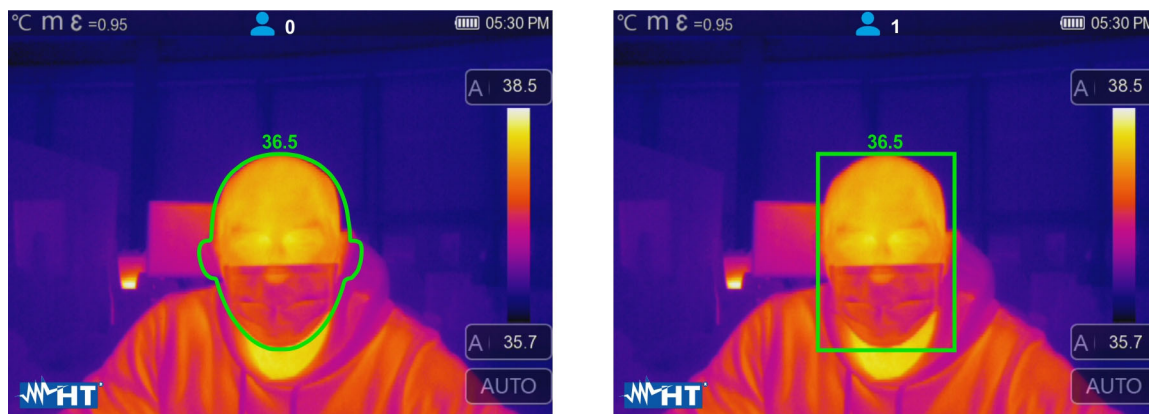

Fig. 35: Visualizzazione Modo Faccia
- L'area facciale diventa automaticamente rettangolare come mostrato nella Fig. 35